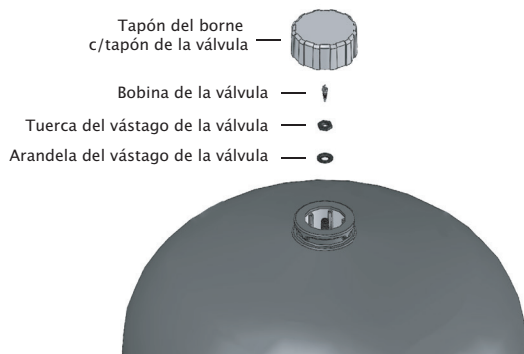

Figura 7: Quite el tapón del borne c/el tapón de la válvula, la tuerca y arandela del vástago de la válvula
6. Quite la tuerca y la arandela del vástago de la válvula. Vea la Figura 7 para ver un esquema general del desmontaje.